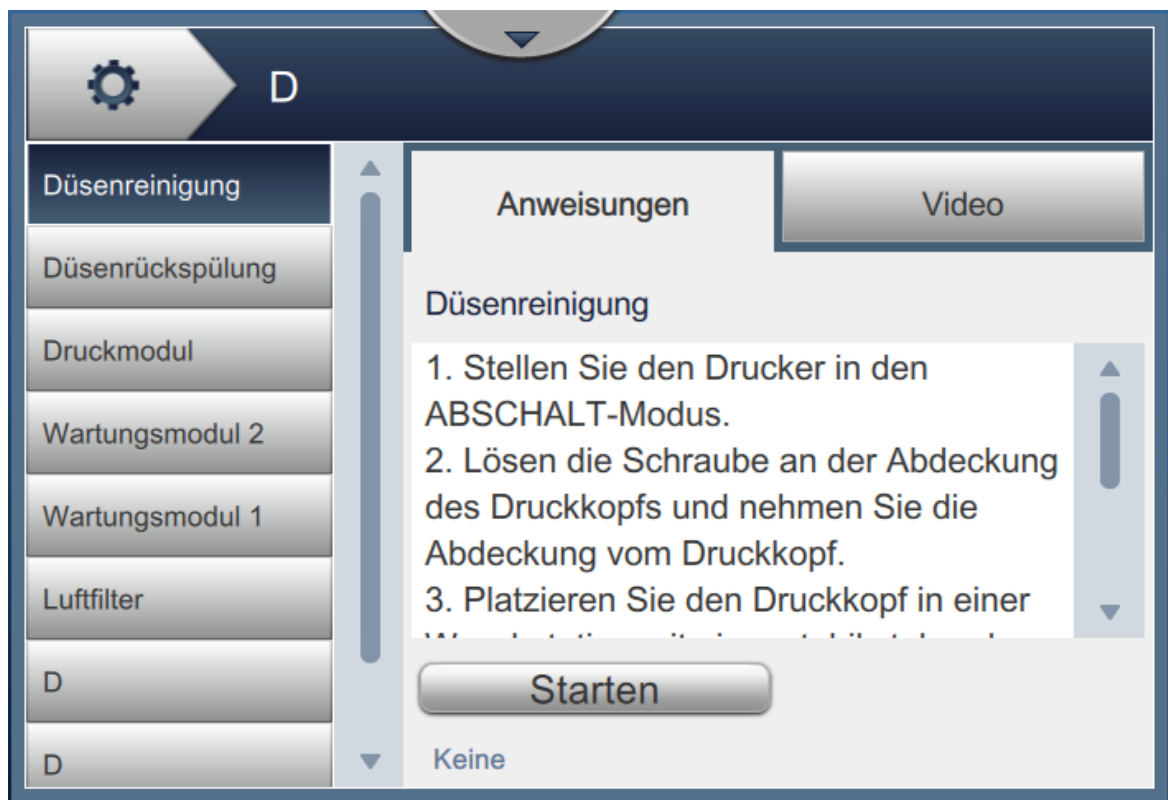

Abbildung 6-22: Wartung
1. Berühren Sie die  Schaltfläche auf dem Bildschirm „Werkzeuge“. Der Bildschirm „Wartung“ erscheint, wie dargestellt in Abbildung 6-22.